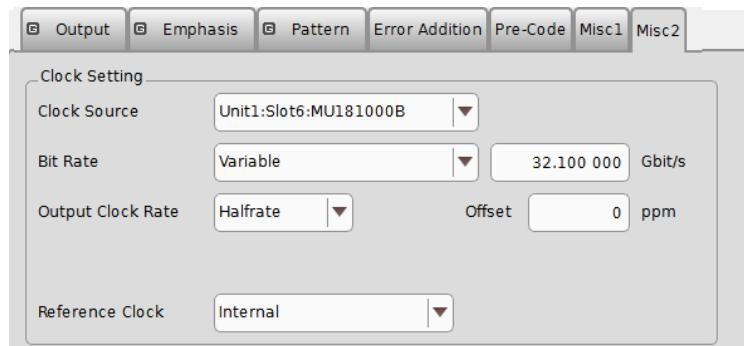

図5.7.1.2-1 Clock Source 設定 (シンセサイザ連動時)
2. MU195020A 画面の Bit Rate にて、出力データのビットレートが設定できるようになります。図 5.7.1.2-1 の例では、出力データを 32.1 Gbit/s に設定しています。